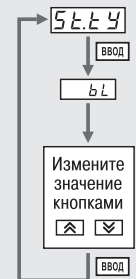

Рис. 29. Изменение значения параметра
- Выберите параметр для задания (изменения) и нажмите **ВВОД** (рис. 29). При этом начнет мигать значение параметра на ЦИ2.